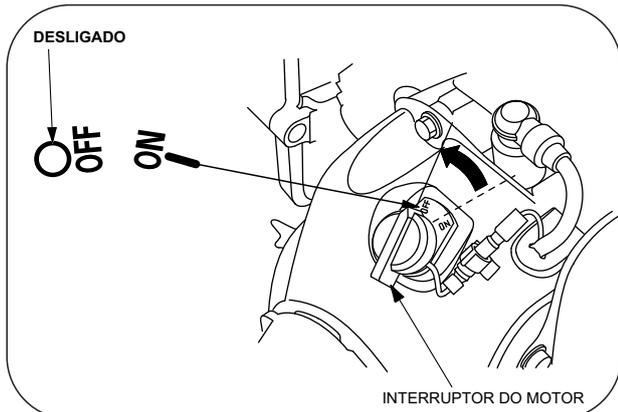

FIG. 06
2. Coloque o interruptor ON/OFF do motor na posição ON (inicializar). (Fig.06).